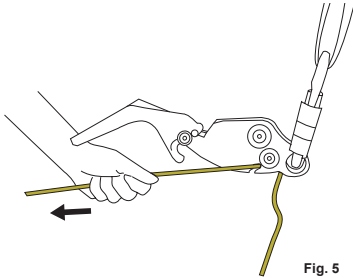

Fig. 5
6. Retire qualquer folga na linha, puxando a extremidade livre da linha como mostrado na fig. 5.
Depois de a linha entre a âncora e a pessoa a ser resgatada estar apertada o máximo possível fig. 5, ajuste o equipamento de proteção contra quedas carregado de forma que a pessoa seja abaixada até que o seu peso esteja totalmente sobre o **Smartline X**. Então o outro equipamento de proteção contra quedas pode ser removido e a descida iniciada.